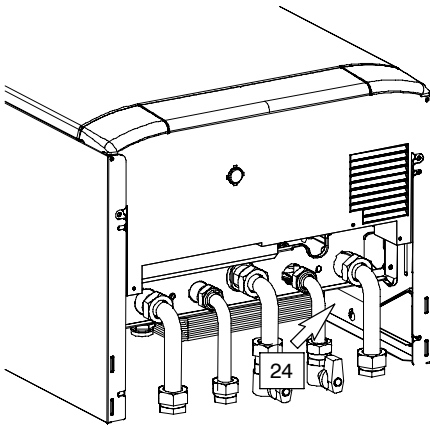

fig. 5.4
- 8 Collegare lo scarico della valvola di sicurezza 24 in fig. 5.4 ad un imbuto di scarico.